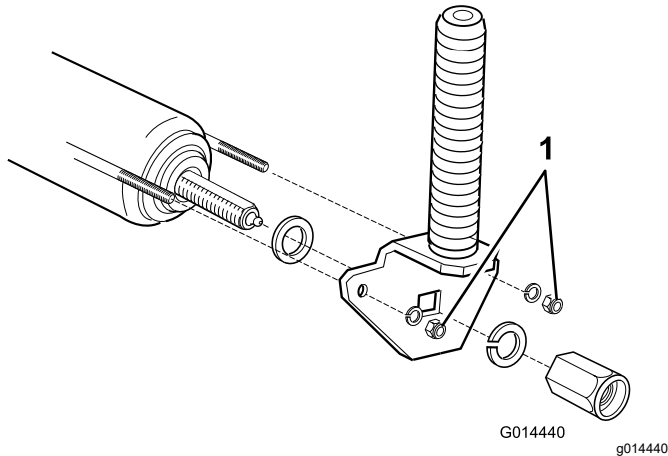

Figura 85
2. Apriete las tuercas con 4 giros completos para añadir la tensión correcta al alambre (Figura 85).